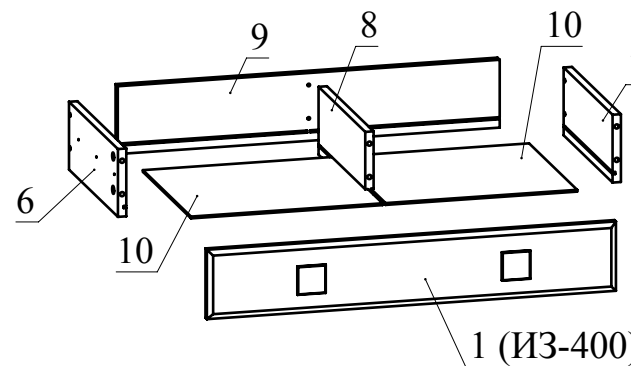

Рис.7
- Соберите ящик. Соедините деталь 9 с деталями 6, 7 с помощью конфирматов. Установите деталь 8 на деталь 9 и зафиксируйте, повернув конфирматным ключом головки минификсов по часовой стрелке до упора. Затем вставьте детали 10 (ДВП) в пазы деталей 6, 7, 8 и 9. Установите деталь 1 (ИЗ-400) на детали 6, 7, 8 и зафиксируйте, повернув конфирматным ключом головки минификсов по часовой стрелке до упора. С помощью винтов М4х20 закрепите ручки на детали 1 (ИЗ-400) (Рис. 7).